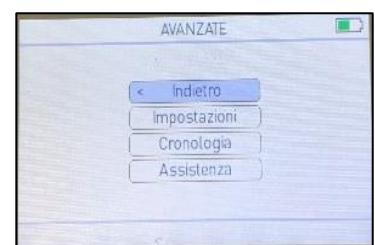

Fig. 46. Avanzate
1. In ADVANCED (AVANZATE) (*vedi fig. 46*) selezionare Service (Servizio) con .